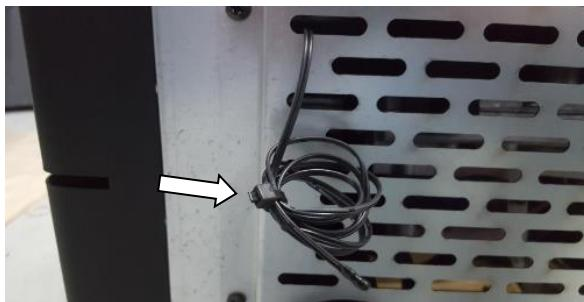

Figura 15 – Sonda de temperatura ambiente
- As salamandras a *pellets* dispõem de uma sonda para medir a temperatura ambiente. Esta sonda encontra-se fixa na grelha na parte de trás (Figura 15). Para uma leitura mais correta da temperatura ambiente, evite o contacto da extremidade da sonda com a estrutura da máquina. Se desejar pode ainda fixá-la na parede junto à máquina.